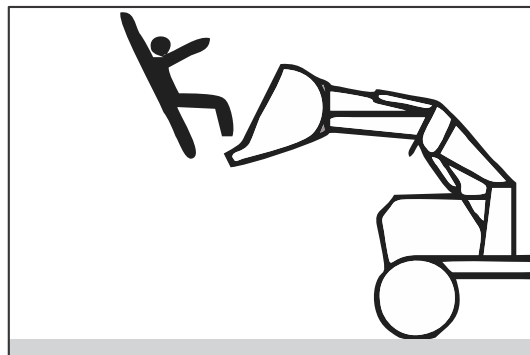

Fig 2.40 (b)
- Verwenden Sie nicht die Ausrüstung, um Lasten ohne Verwendung einer geeigneten Befestigung zu heben; verwenden Sie z. B. nicht eine Schaufel, um einen Rundballen zu heben. Seien Sie sehr vorsichtig bei erhöhten Ladungen (Abb. 2.40 d).